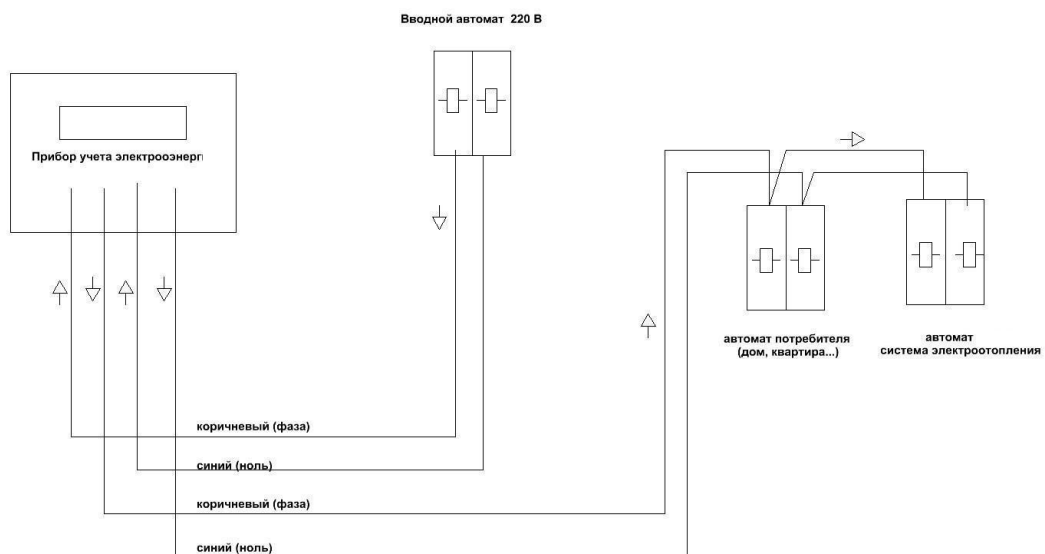

Рис. 1.2.
1.3 Необходимо придерживаться маркировки проводов: коричневый – фаза, синий – ноль (рис.1.2), желто-зеленый провод служит для заземления, он крепится к контуру заземления болтовым или винтовым соединением. После выполнения всех расключений, проверить работу счетчика на предмет учета электроэнергии! Правильность вращения диска в индукционном счетчике или импульсное мигание светодиода в электронном!